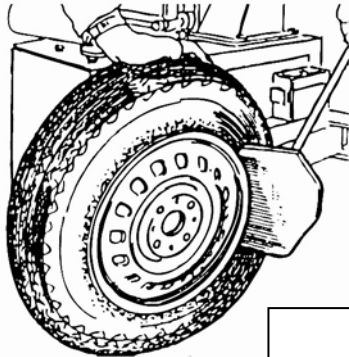

Abbildung 7
- Öffnen Sie den Abdrückarm von Hand, indem Sie ihn nach außen drücken, legen Sie das Rad gegen den Gummipuffer. Platzieren Sie die Schaufel gegen den Wulst 10 mm vom Rand der Felge entfernt wie in Abb. 7 zeigt. Drücken Sie das Abdrück-Pedal um die Schaufel gegen den Reifen zu drücken. Wiederholen Sie den obigen Vorgang an verschiedenen Positionen, um den Reifen herum und an beiden Seiten des Reifens bis der Reifen vollständig freigesetzt ist.